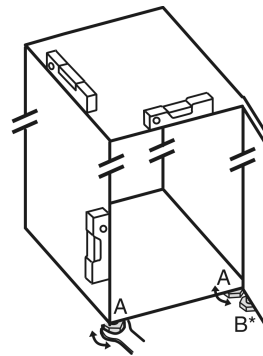

Fig. 6
- ▶ 用随附的开口扳手将垫脚 Fig. 6 (A) 借助水平仪旋出，直至稳固、平坦对齐冰箱。
- ▶ 使用随附的开口扳手旋出托架上的垫脚 Fig. 6 (B)，直至垫脚平置于地板。
- ▶ 将垫脚 Fig. 6 (B) 继续旋转 90°。